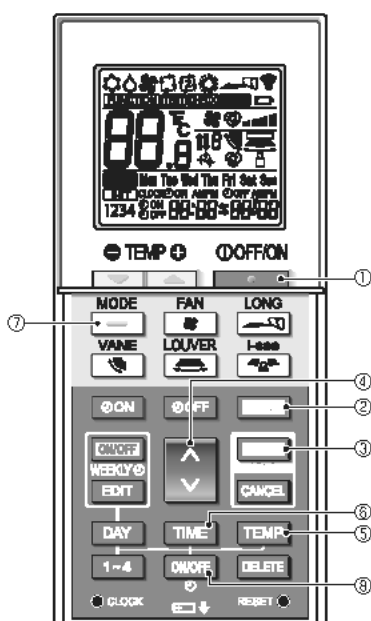

Fig. 7-9
1. Premere il pulsante **▲** ① per arrestare il condizionatore d'aria.
2. Premere il pulsante **▲** ②.
Verrà visualizzata la schermata di impostazione Funzione e lampeggerà il n. di funzione ③. (Fig. 7-9)